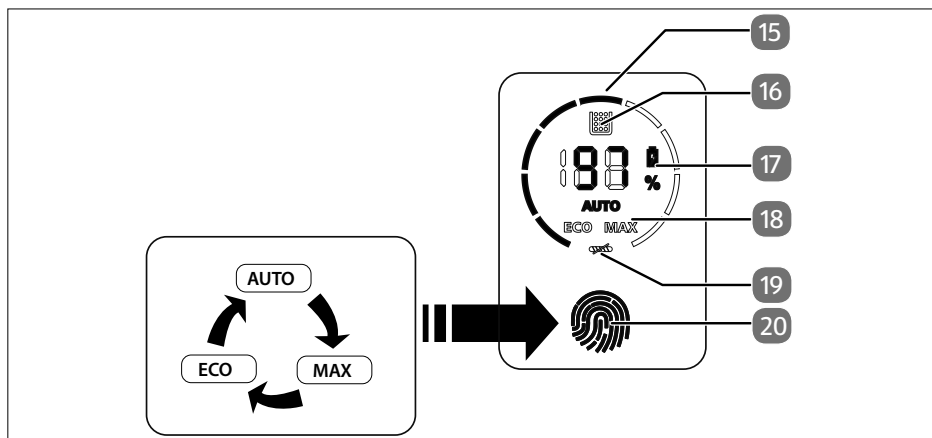

Fig. 2 – Éléments de commande
2. Mettez l'aspirateur en marche en appuyant sur l'interrupteur marche/arrêt (21) et en le maintenant enfoncé. Verrouillez l'interrupteur marche/arrêt en appuyant sur le bouton de verrouillage (22).
4. Touchez le panneau de commande (20) pour régler le mode de fonctionnement **Auto**, **Max** ou **Eco**. La puissance respective du moteur est indiquée sur le panneau d'affichage (15) (voir fig. 2).